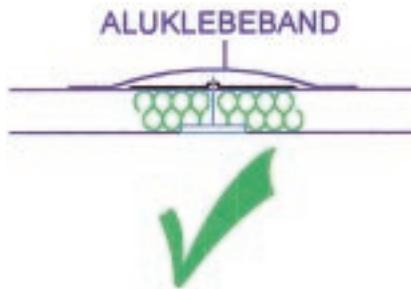

Bild 17
- Bei kalten Lüftungsleitungen müssen die Plättchen der Pins und Stalex mit einem Aluklebeband verklebt sein, damit eine durchgehende Dampfbremse gewährleistet ist (Bild 17).